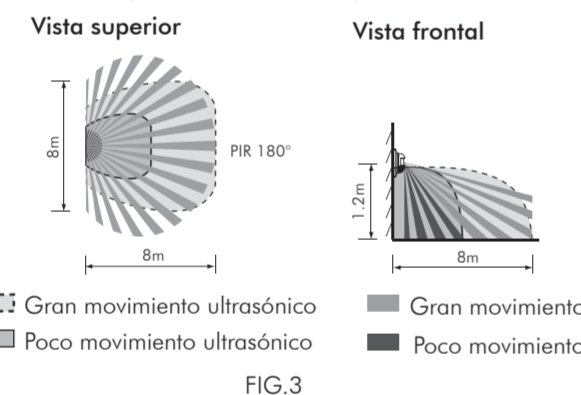

FIG.3
3.1.1. La altura recomendada de instalación para este detector es 1,2- 2 m y 1,2 m es la altura óptima de montaje. Instale el detector a una altura de 1,2m o 2m, el rango de detección del sensor PIR puede alcanzar hacia adelante hasta 8 m aprox. 4 m de ambos lados, y el sensor de ultrasonido es de una forma ovalada de aprox. 4 m x 4 m con pequeños movimientos (i.e. suaves) y una forma ovalada de aprox. 8 m x 8 m con grandes movimientos (i.e. caminatas). El ángulo de detección es de 180° (Ver FIG. 3)
- La dirección del sensor de ultrasonido debe apuntar a la zona de detección para obtener la mejor cobertura. (Ver FIG. 3-A y FIG. 3-B).